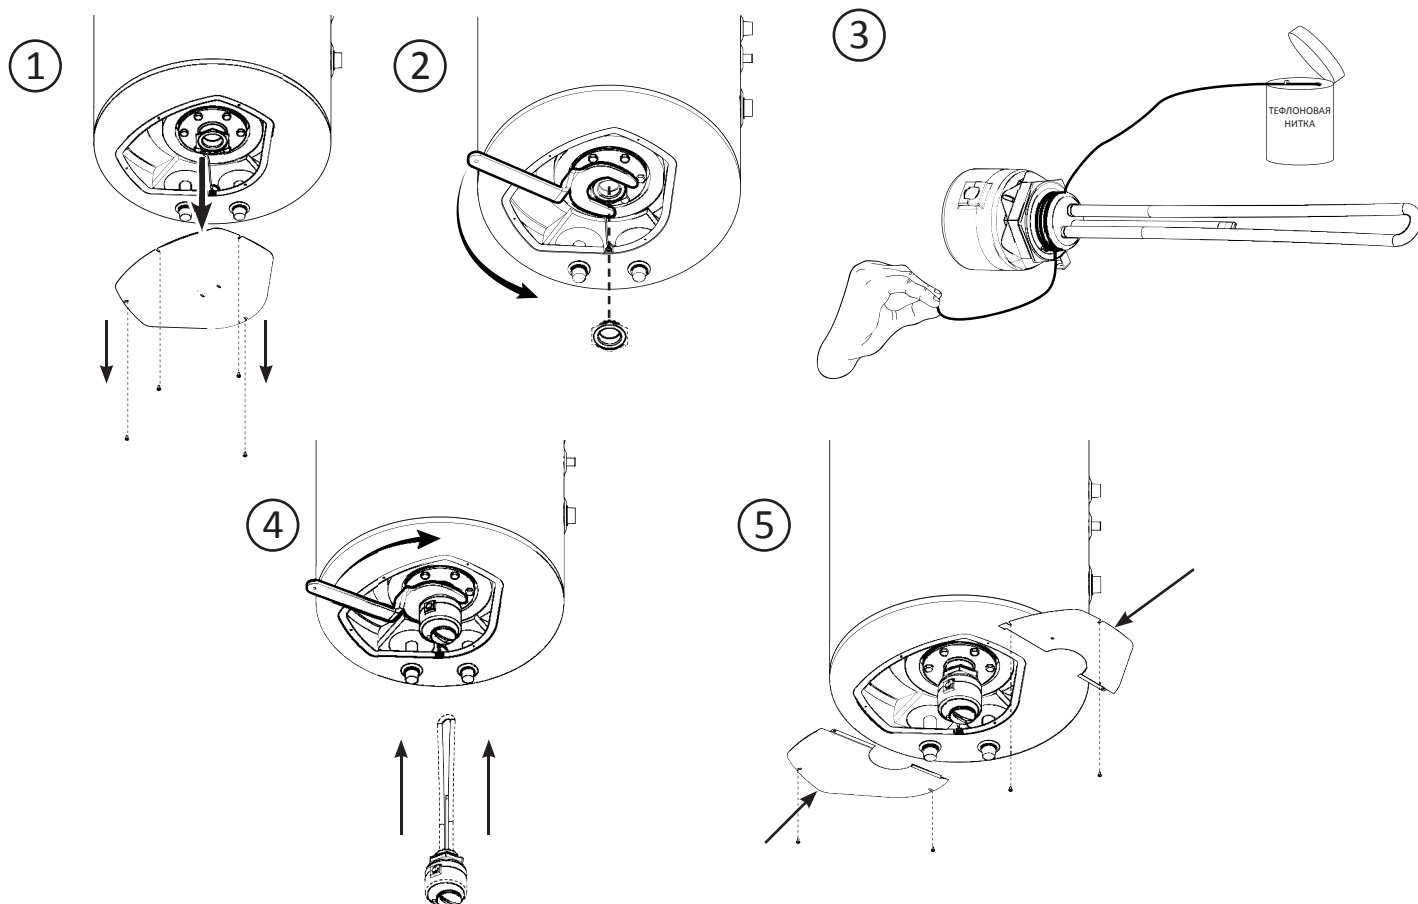

Рис. 9 Монтаж отопительного модуля.
3. Снять нижнюю крышку, откручивая винты (Рис. 9 ①).
4. Подставить сосуд под пробку бака на остальную воду,, которая будет выпущена после откручивания пробки. С помощью монтажного ключа, находящегося в составе,, открутить пробку бака (Рис. 9 ②).
5. Уплотнить винт отопительного модуля при помощи напр.: тефлоновой нити или пакли (Рис.9.③).
6. Установить отопительный модуль, затем затянуть его при помощи монтажного ключа (Рис. 9 ④)
10. Установить состоящую из двух частей нижнюю крышку водонагревателя при помощи винтов (Рис. 9 ⑤).